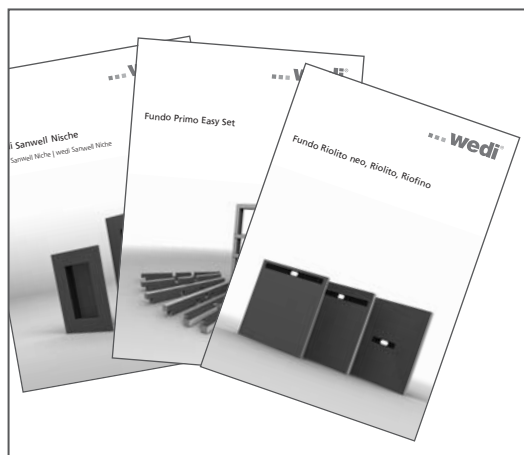

Abbildung 7: Allen wedi Produkten liegt die entsprechende Montageanleitung bei
- Zur normgerechten Abdichtung gelten für das gewählte Abdichtungssystem, neben den Angaben in der ETA oder dem abP, die wedi Montageanleitungen (siehe Abb. 7).